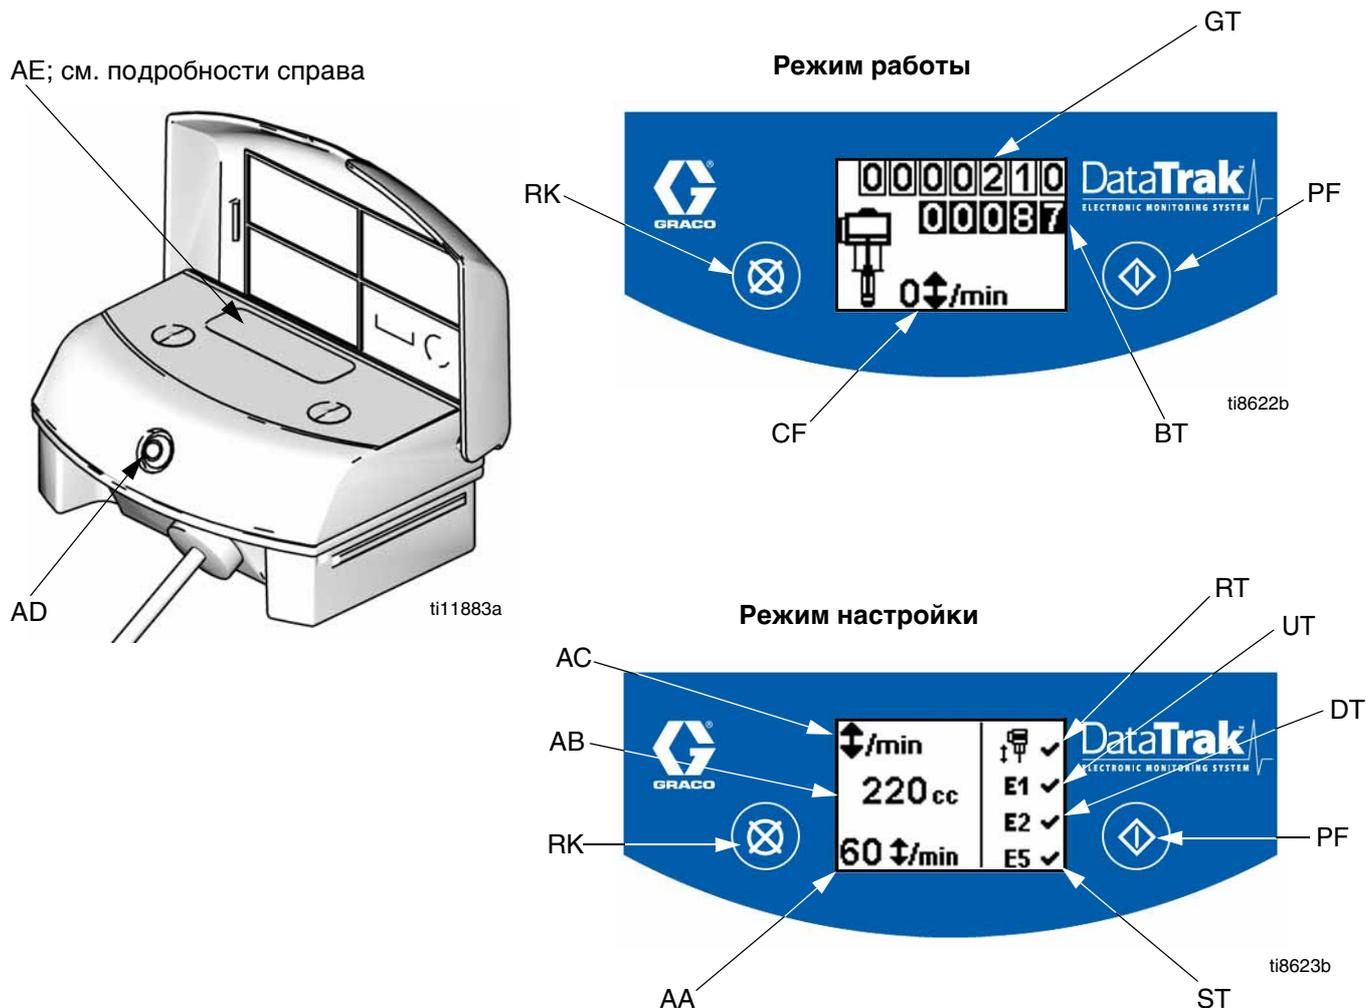

Рис. 8. Органы управления и индикаторы модуля DataTrak
## Ключ к Рис. 8
1. Смотрите Рис. 8. Нажмите и удерживайте  в течение 5 секунд, пока не покажется меню Setup (Настройка).
**ПРИМЕЧАНИЕ:** Во время разгона, опции ошибки E1, E2 и E5 разрешены, и на дисплее настройки  появится знак. Смотрите Рис. 8.
1. Смотрите Рис. 8. Если разгон насоса происходит, соленоид разгона приводится в действие, останавливая насос. СВЕТОДИОД (AD) будет мигать, и дисплей (AE) укажет состояние разгона (см. Таблица 1). Дисплей будет циклировать по шести экранам с инструкциями.
5. Откройте главный воздушный клапан (E) для перезапуска насоса.
**ПРИМЕЧАНИЕ:** Для блокировки мониторинга разгона перейдите в режим настройки и установите значение разгона равным 0 (ноль) или переключите (RT) в положение off (Выкл.)  (см. Рис. 8).
1. Смотрите Рис. 8. Для ввода режима заливки/промывки нажмите любую кнопку для включения дисплея, а затем нажмите . На дисплее появится символ заливки/промывки и
Смотрите Рис. 8. Последний разряд счетчика-сумматора партий продукции (BT) представляет десятки галлонов или литров. Для обнуления счетчика-сумматора нажмите любую кнопку для включения дисплея, а затем нажмите и удерживайте  в течение 3 секунд.
Смотрите Рис. 8. Дисплей (AE) переключится через 1 минуту неактивности в режиме работы или через 3 минуты в режиме настройки. Нажмите любую кнопку для включения дисплея.
Модуль DataTrak может диагностировать некоторые проблемы с насосом. Если монитор обнаруживает проблему, то СВЕТОДИОД (AD, Рис. 8) будет мигать и на дисплее появится диагностический код. Смотрите Таблица 1.